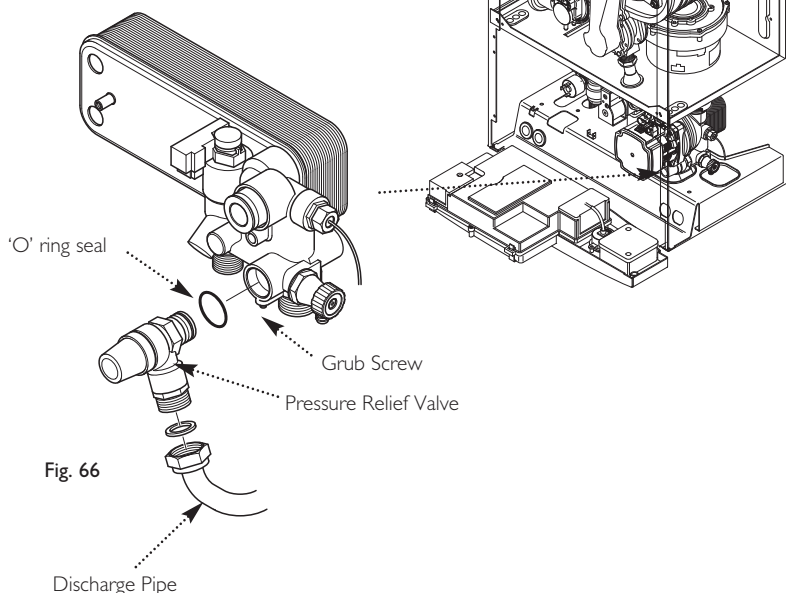

Fig. 66
13.19 Pressure Relief Valve (Fig. 66)